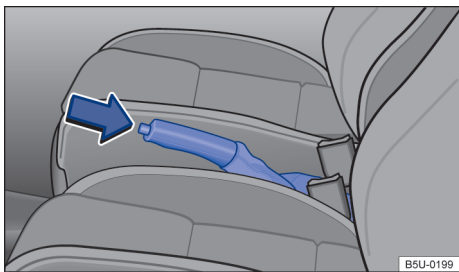

Fig. 94 Entre os bancos dianteiros: alavanca do freio de estacionamento.
- Puxar a alavanca do freio de estacionamento para cima com o botão bloqueador pressionado → Fig. 94 (seta).
- O freio de estacionamento está puxado quando, com a ignição ligada, a luz de controle (D) no instrumento combinado está acesa → Página 112.
- Puxar a alavanca do freio de estacionamento um pouco para cima e pressionar o botão bloqueador → Fig. 94 (seta).